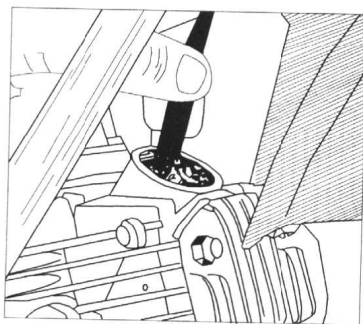

图 1-10 用厚薄规测量气门间隙
(2) 转动发动机, 直至转子或飞轮上的“T”标志对准其指标为止。假如有一只气门开启, 应将发动机再转动一圈。
(3) 用厚薄规测量气门的间隙, 如图 1-10 所示。其测量值应符合表 1-1 给出的值。